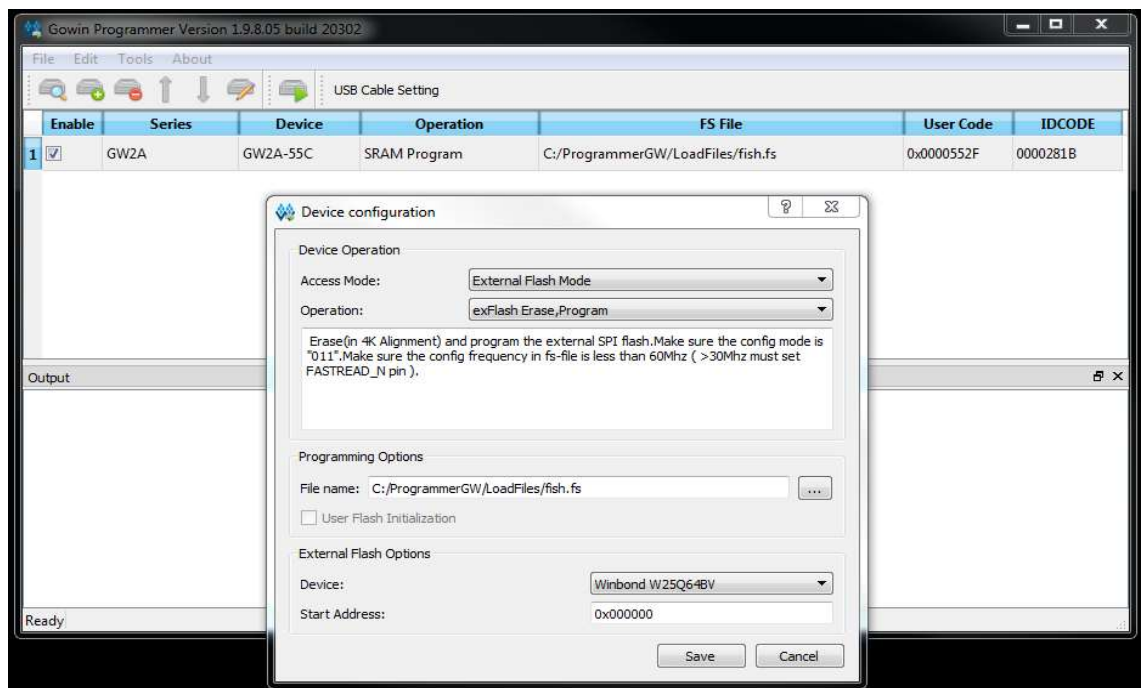

Рис. 3 Конфигурация устройства
- 3.8. Дважды щелкните мышкой на строку под полем Operation и в открывшемся окне Device configuration установите значения аналогичные значениям на Рис. 3.